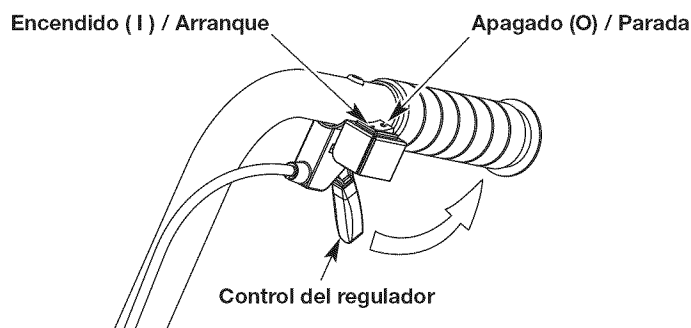

Fig. 6
NOTA: No hay necesidad de encender la unidad. El interruptor de Encendido/Apagado debe estar en la posición ENCENDIDO (I) en todo momento (Fig. 6).
2. Oprima y no suelte el interruptor de control de Encendido y Apagado en la posición APAGADO (O) hasta que el motor se detenga por completo (Fig. 6).